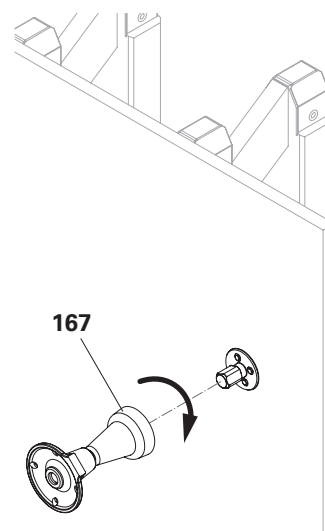

Fig. A3.23
3. Avvitare saldamente gli ancoraggi di ripresa premontati (**167**) sulla piastrina di predisposizione con vite M30 (**177**) e serrare. (Fig. A3.23 + A3.24)